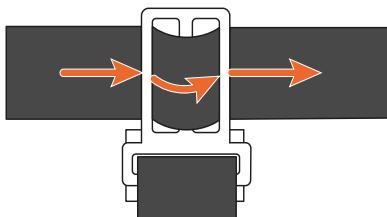

Abbildung 10 - Zusammenbau von Gurt und Schnalle
- 11.** Nehmen Sie die Schnalle mit den drei Öffnungen. Führen Sie den 150 cm langen Gurt wie in Abbildung 10 gezeigt durch die Schnalle.